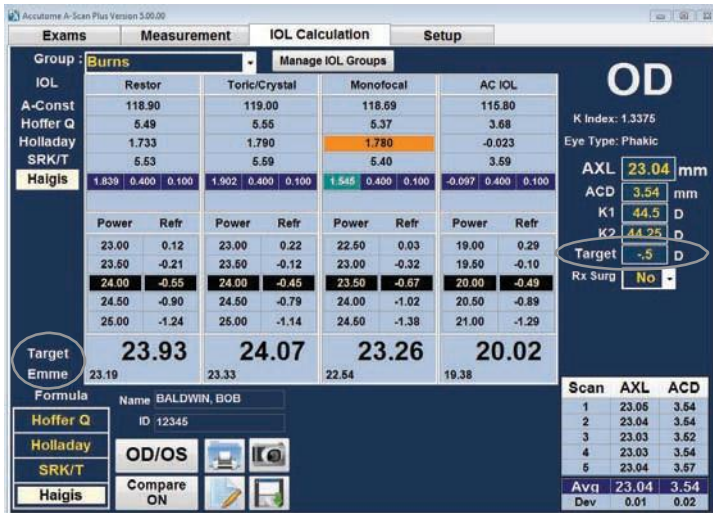

Figura 3-25: Cálculo completo
9. Ingrese el objetivo de valor ametrópico en el campo “Target” como se muestra en la figura 3-25. Coloque el cursor sobre el dato ingresado y haga clic con el botón izquierdo del mouse. Ingrese el objetivo de refracción y presione la tecla “Intro” de la computadora.